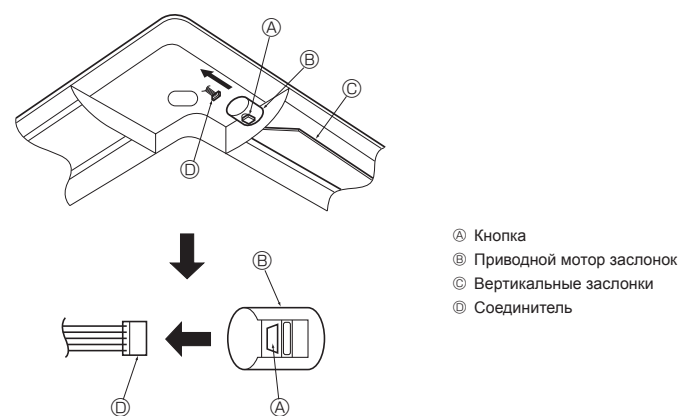

Fig. 8-9
8.4. Блокировка направления воздушного потока вверх/вниз (Fig. 8-9)